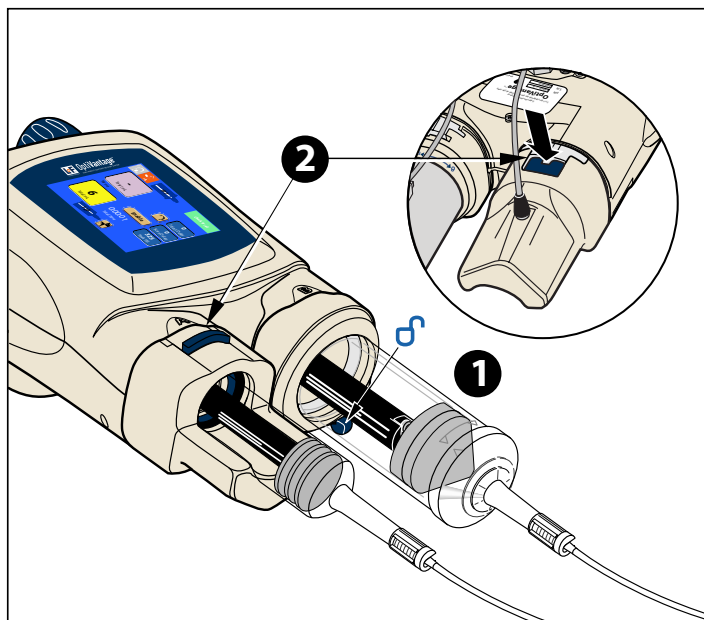

Figura 5-16-1 Abertura dos fechos das seringas
1. Abra o(s) fecho(s) da seringa girando o fecho da(s) seringa(s) de 200 mL até a posição **1** destravada  e/ou pressionando o fundo do fecho de carregamento da seringa do adaptador **2** de seringa de 125 mL. Veja a Figura 5-16-1 para referência.